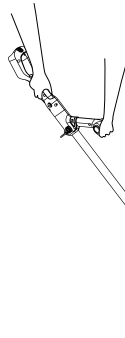

Fig. 11-1
- Empleo como desmalezadora (Fig. 11-1)